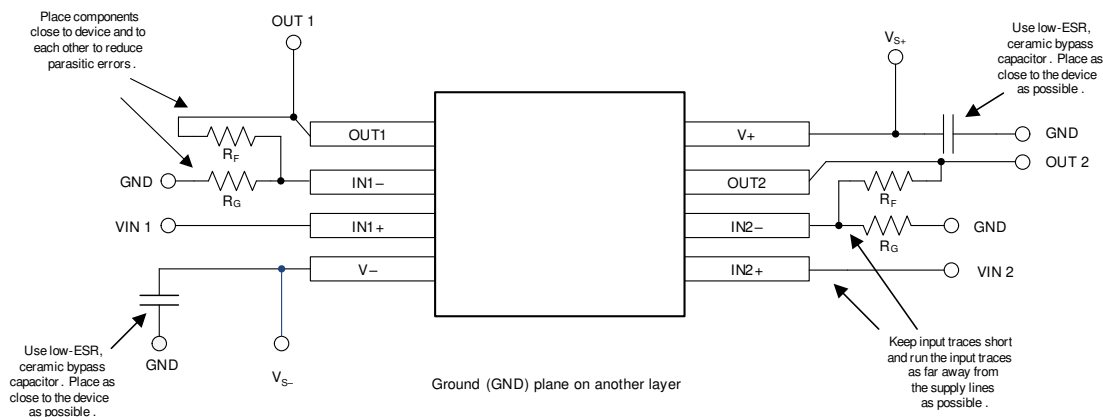

図 7-8. レイアウト例
- 外付け部品は、図 7-8 に示すように、可能な限りデバイスに近く配置します。 $R_F$  と  $R_G$  を反転入力に近づけて配置すると、寄生容量を最小化できます。